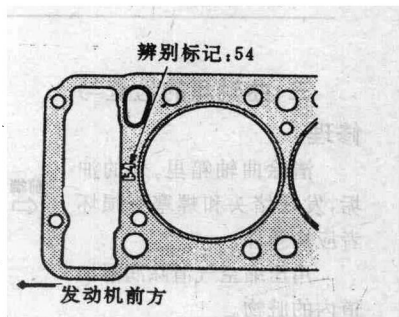

图 1-4 气缸垫识别标记
2. 要认清气缸垫上的识别标记。如图 1-4 所示,把具有识别标记的一面朝向气缸盖。不要在气缸垫上涂密封胶,以便下次拆卸。